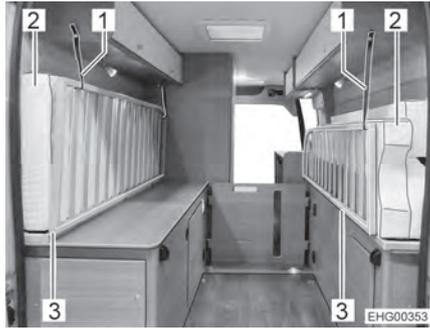

Bild 40 Matratzen und Bettroste
- Matratzen (mit Mittelbrett und Querstrebe) zur rechten und zur linken Seite umklappen, siehe Bild 40.
- Beide Bettroste (Bild 40,3) nach oben klappen.
- Auf beiden Seiten Matratzen (Bild 40,2) und Bettrost mit Sicherungsgurt (Bild 40,1) sichern.